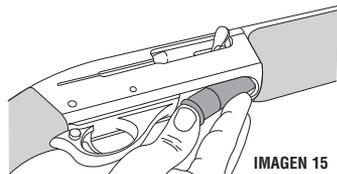

IMAGEN 15
7. Coloque otro cartucho del calibre y longitud correctos contra la retenida del elevador. Véase la Imagen 15.
8. Introduzca hasta el fondo del tubo del cargador cuatro (4) cartuchos del calibre y longitud correctos, uno a uno.